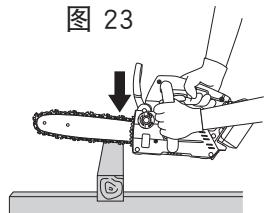

图 24
- (2) 在锯割细长的木材时，将导杆的基底部分压在木材上，然后如图 24 所示往下锯割。